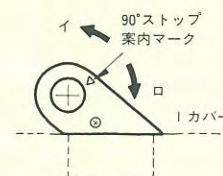

図5 A 矢視図
1. トップピボット上部の⑥カム軸固定スクリー M8 を外します。
2. ④カム軸を①より引き抜きます。このとき、カム軸のカム位置は、①のカバーに▽マーク(90°)で示してあります。
3. ④カム軸を▽マークを基準にして、希望ストップ角度位置に回して取り付けてください。(図5)